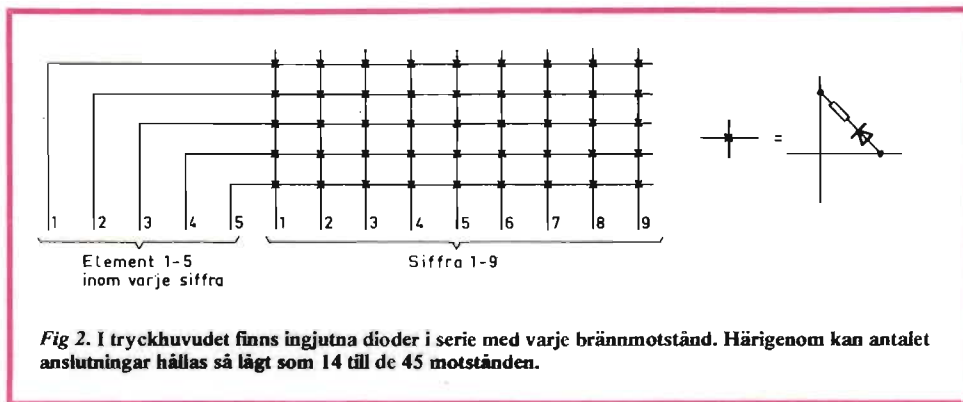
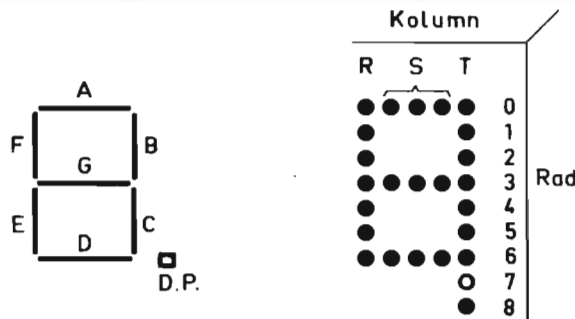
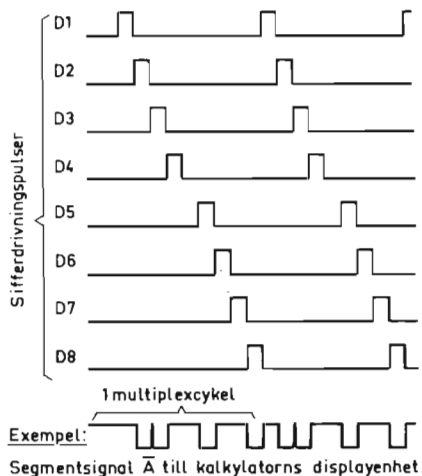

Fig 2. I tryckhuvudet finns ingjutna dioder i serie med varje brännmotstånd. Härigenom kan antalet anslutningar hållas så lågt som 14 till de 45 motstånden.
Fig 4. Segmentsbeteckningar hos ett sjusegmentstecken och motsvarande beteckningar hos den använda, förenklade matrisformen.
Fig 3. Tiddelnigen till räknedosans siffertablå.
det och förenkla elektroniken har de 45 brännelementen arrangerats elektriskt i matrisform. Se fig 2. Detta gör att skrivhuvudet för varje rad i 5×7-matrisen måste kopplas om successivt (multiplexas) mellan sifferposition 1–9. För att möjliggöra denna tiddelning ligger en diod i serie med varje brännmotstånd enligt fig 2. Den tiddelning som erfordras har vissa likheter med räknedosans egen tiddelning av lysdiodsiffrorna men också en del olikheter. Därför skall vi beskriva sifferdriv-
Fig 3 visar sifferdrivpulserna D1–D8 ett exempel på en segmentsignal (A). Signalerna visas i den fas de kommer ut ur anpassningskretsarna enligt fig 15 i RT 1976 nr 3. Internt i räknedosan är samtliga signaler inverterade i förhållande till fig 3. De segment som blir tända är de som samtidigt har hög signal på resp sifferdrivpuls och låg på tillhörande segmentsignal. I exemplet i fig 3 är således segment A tänd i siffror 2, 3, 5 och 8. Segmentbeteckningarna visas i fig 4. Jämsides visas samma siffror i 5×7-matrisform med förenklade segmentbeteckningar. Omkopplingen mellan siffrorna går så snabbt att ögat inte hinner uppfatta att egentligen endast en sifferposition i taget är tänd. Vid nominell klockfrekvens 80 kHz varar en multiplexcykel 3,1 ms. Observera att det finns en oanvänd pulsposition mellan D4 och D5. Denna kan utnyttjas för tryckning av en specialsymboll. Mera om detta längre fram. Även mellan övriga pulser finns ett litet mellanrum, nominellt 25 μs. Varje sifferdrivpuls är 312,5 μs lång.
Fig 4 antyder hur det första hindret kan forceras. Den högra delfiguren visar vad som måste kunna tryckas i 5×7-matrisen. På grund av att vissa element återkommer i de olika tecknen kan man förenkla omkodningen. Vid tryckning av de tre horisontella strecken kan man alltid trycka de tre mittere punkterna som en enhet. Hur detta lösts i detalj förklaras i samband med genomgången av logik-schemat.
Signalerna PRINT och FEED, som tjänar till att mata papperet en bestämd sträcka kommer från programmeringstillsets IC3 (enligt fig 4 i RT 1976 nr 2). Två lediga utgångar på IC3 används och parallellkopplas via dioder med motsvarande knappar i tangentbordet enligt fig 9 i RT 1976 nr 2 (övre skift). Signalerna PRINT och FEED tas i hopkopplingspunkten mellan diod och knapp.
(0, 1, 2... K, CL enligt fig 4 i RT 1976 nr 2. PRINT och FEED kan fö komma från vilken slutning till TTL-noll som helst, om man inte använder någon programmeringstillsets. FEED måste dock vara kort (< 100 ms) om man skall få en bestämd pappersmatningslängd.
Skrivhuvudets kolumner (enligt fig 2) drivs hela tiden en i taget låga av signalerna D1-D9 (fig 3). D1 används inte i samband med Sinclair-räknaren, men har ändå tagits med av skäl som senare skall visas.